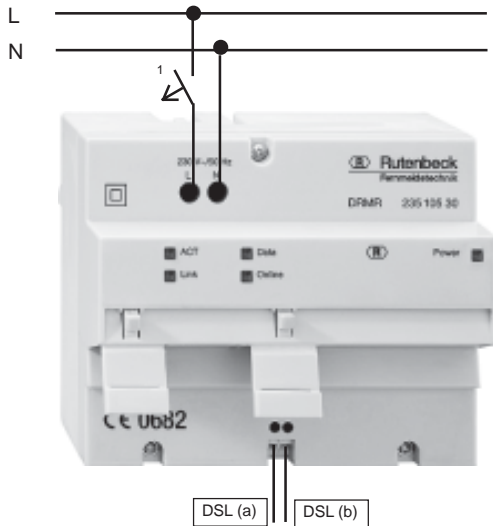

Bild 3
- 2 Schließen Sie die Netzspannung gemäß Bild 3 an die Klemmen L und N an (Netzspannung vor dem Anschluss freischalten, Lebensgefahr!).
Zur Inbetriebnahme müssen am DRMR einige kundenspezifische Grundeinstellungen vorgenommen werden (rot gekennzeichnet). Stellen Sie dazu sicher, dass der Anschluss LAN (= Netzwerkanschluss) mittels Patchkabel mit dem Netzwerk verbunden ist, um den Router von einem PC im Netzwerk ansprechen zu können (s. S. 9 und 11, Bild 3, 4 und 5).